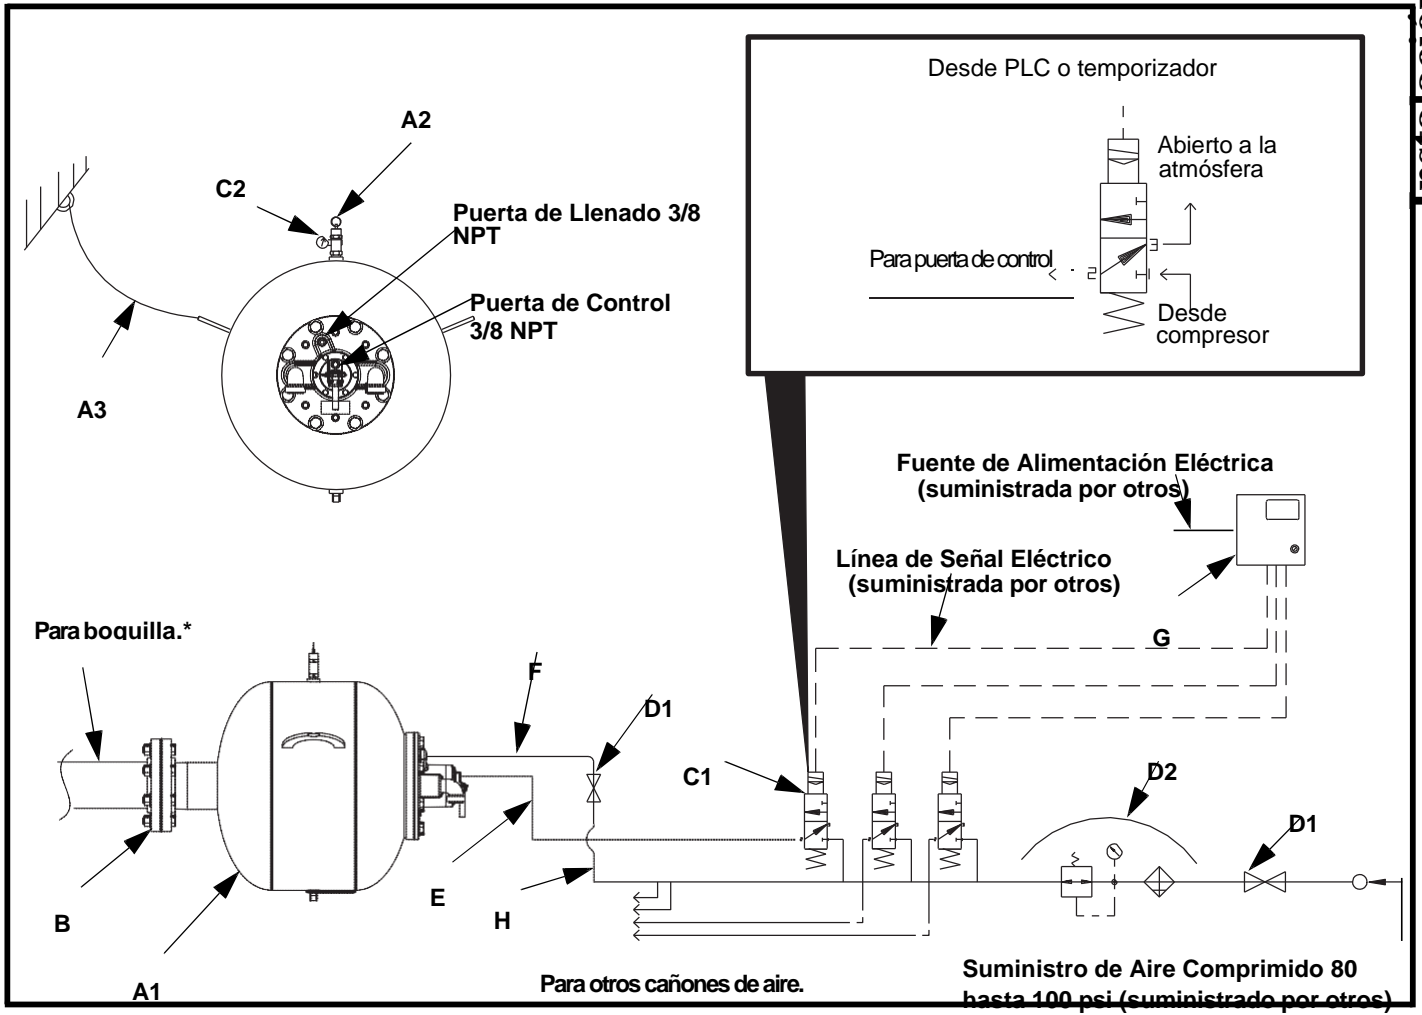

Figura 17. Detalle de la Tubería para Válvula Solenoide Normalmente Cerrada
- b. Si se utiliza una válvula solenoide normalmente abierta, conecte el orificio de salida de la válvula solenoide eléctrica de 3 vías (2) al orificio de control de la válvula de escape. Véase la Figura 17.